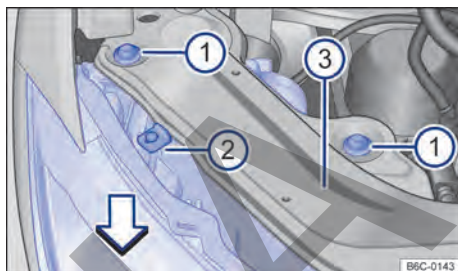

Fig. 178 En el compartimento del motor: tornillos de fijación del faro delantero.
- Quitar los tornillos de fijación → fig. 178 ① con ayuda de una llave torx.
- Mover el faro hacia delante, en la dirección de la flecha → fig. 178, hasta que los dos clics de la parte inferior se desacoplen y permitan retirar el faro.
- Desencajar el conector de alimentación para retirar por completo el faro → ④.
- Volver a colocar el faro con cuidado hasta que los dos clips inferiores encajen y el tope superior → fig. 178 ② apoye en el soporte del faro ③.
- Volver a colocar los tornillos de fijación ① en la carcasa del faro.
- Presionar el farol contra el tope central superior ② y apretar los tornillos ① con la llave torx.